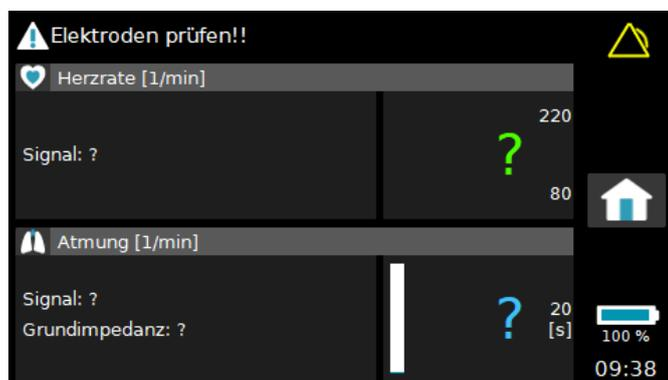

Fig. 26 Informationen auf dem Bildschirm während eines technischen Alarms
- gibt der Bildschirm die folgenden visuellen Informationen aus, wie in Fig. 26 gezeigt:
Wenn die Vitalparameter aufgrund eines technischen Alarms nicht gemessen werden können, werden die Werte für diesen Parameter durch ein Fragezeichen-Symbol ersetzt, wie in Fig. 26 zu sehen ist, wenn sich eine Elektrode gelöst hat.